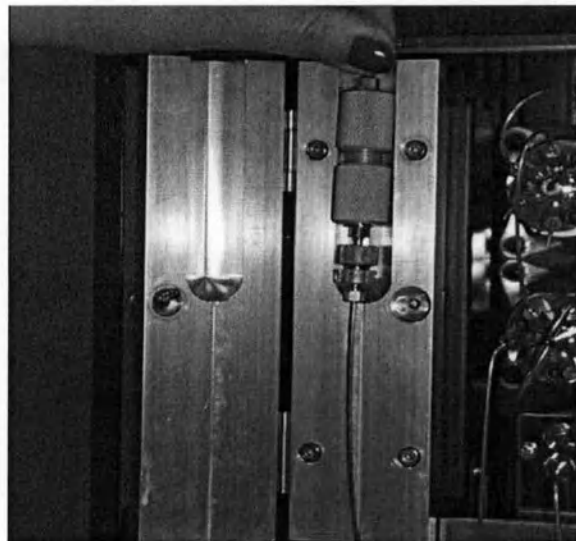

Рис. 3-14 Термостат колонки
4. Установите держатель с колонкой в термостат. Убедитесь, что входная трубка входит в паз (Рис. 3-14).